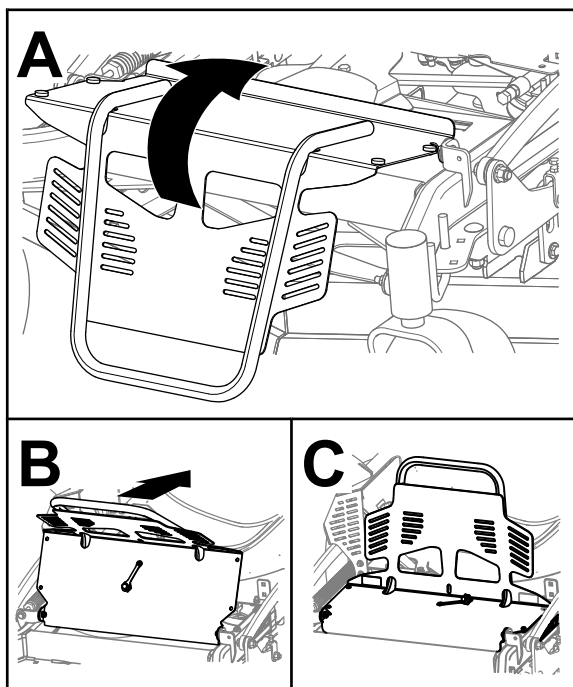

Figura 23
1. Rode a proteção do motor para trás como se mostra na Figura 23.